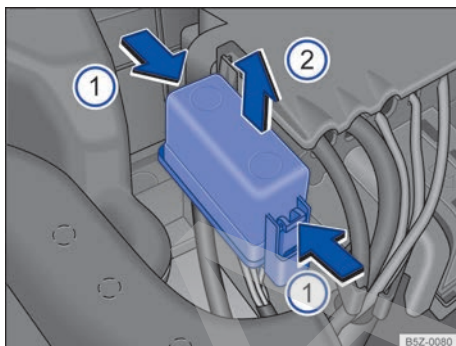

Fig. 167 En el compartimento del motor: cobertura de la caja de fusibles.
- Presione las trabas en el sentido de la flecha , para desbloquear la cobertura de la caja de fusibles \Rightarrow fig. 167.